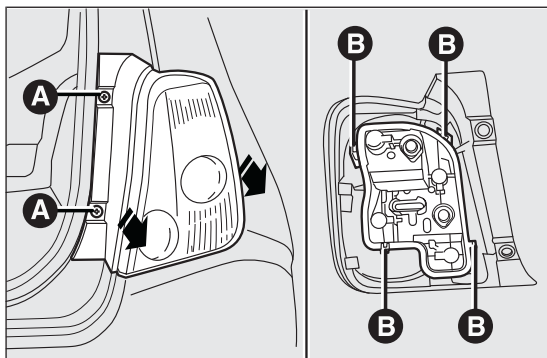

РИС. 133
- раскрутить два крепежных винта А РИС. 133 и извлечь оптический элемент, не вращая его;
- достать патрон из своего гнезда, освободив его от крепежных зажимов В РИС. 133;